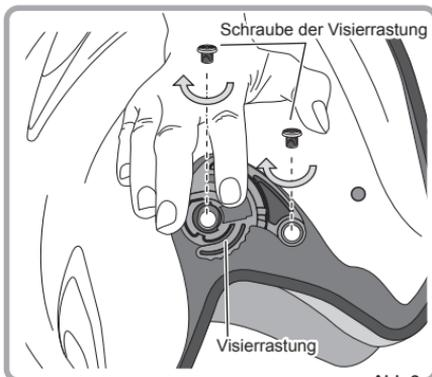

Abb.3
③ Ziehen Sie die beiden Schrauben der Visierrastung im Uhrzeigersinn fest. Wiederholen Sie dieselbe Vorgehensweise bei den anderen Visierrastungen. Sämtliche Visierrastungen sind nun eingesetzt. (Abb. 3).